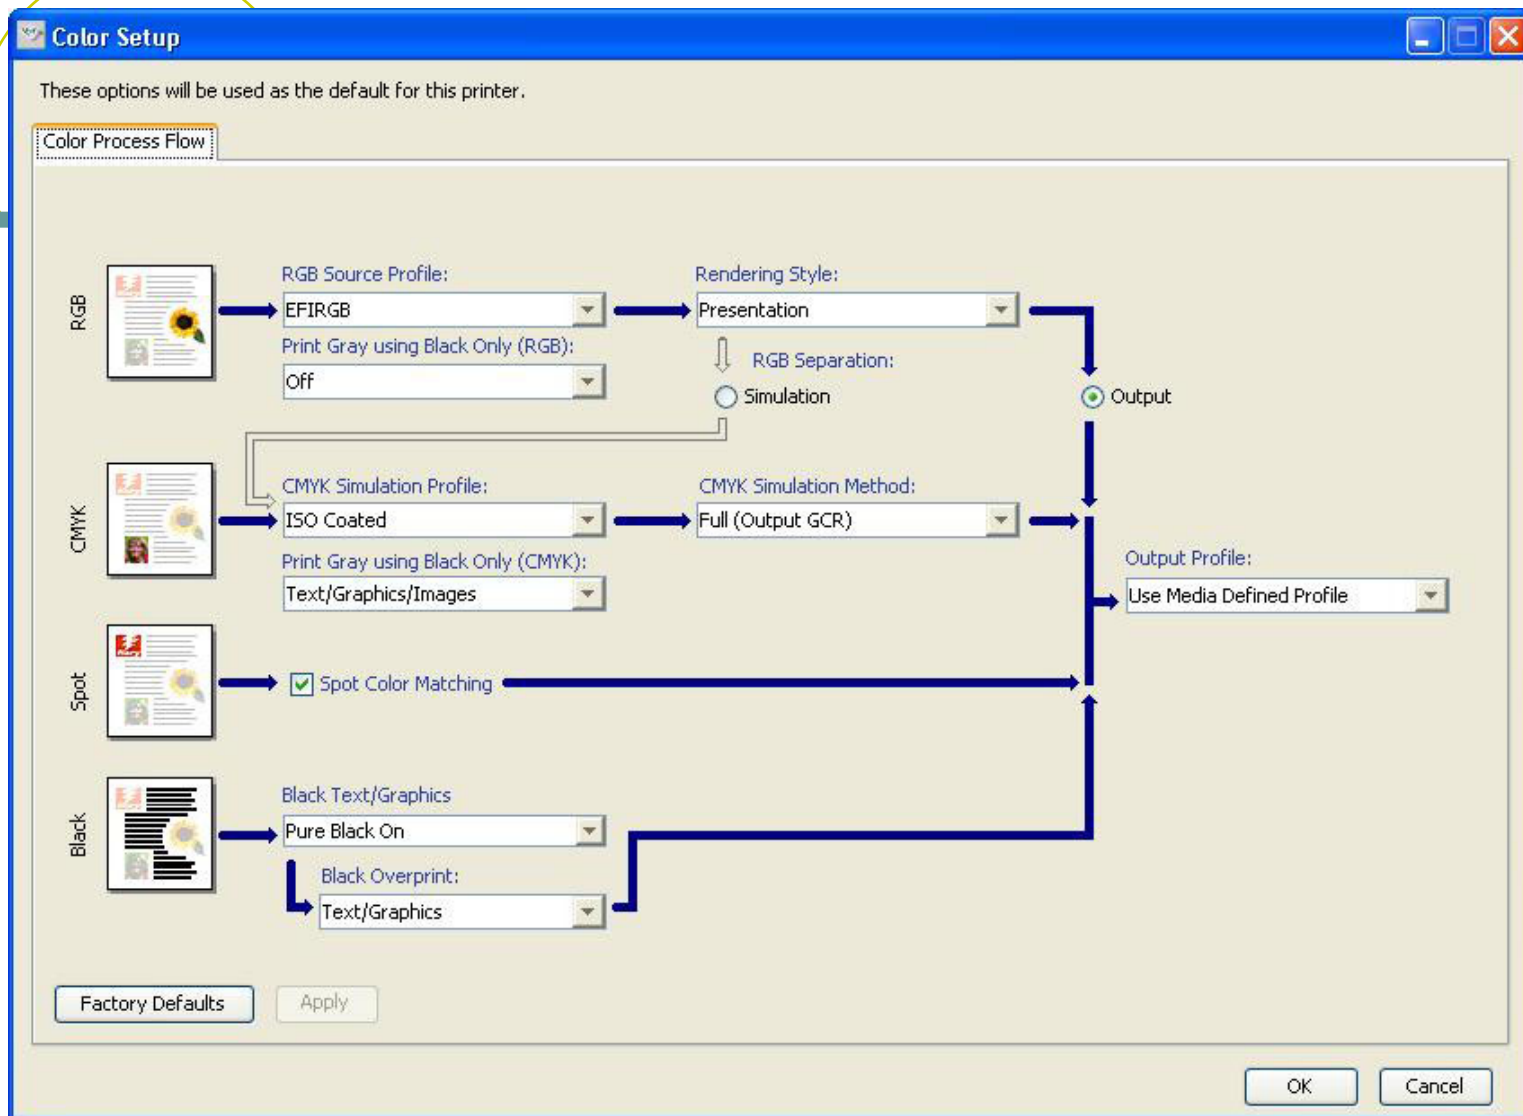

图11 Color Setup命令
- 使用校正好的数字印刷设备打印IT8.7/3色标。注意：打印时关闭服务器中色彩管理功能。选择“Server（服务器）”菜单中的“Manage Color（色彩管理）”命令，在弹出的“ColorWise Pro Tools”工具栏中点击“Color Setup”按钮，在“CMYK Simulation Profile”及“Print Gray using Black Only(CMYK)”下拉菜单中选择“None”，“Output Profile”中选择“Use Media Defined Profile”，如图11所示。